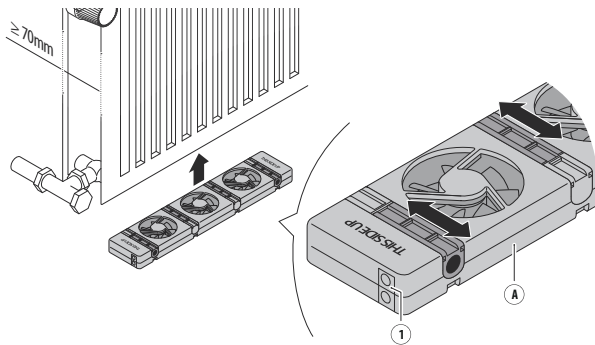

Fig. 1: Posición del SpeedComfort (A).
1. Asegúrese de que el **SpeedComfort** (A) esté orientado hacia arriba y de que los **conectores hembra** (1) estén orientados hacia la toma de corriente (véase fig. 1).